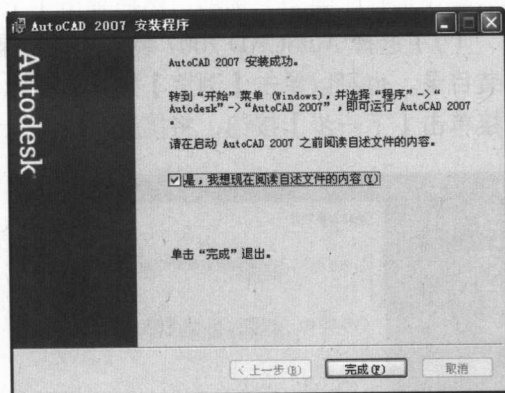

图 1-11 “AutoCAD2007 安装成功”对话框
(10) 安装结束后可以看到“安装成功”对话框,如图 1-11 所示,单击【完成】按钮即可完成 AutoCAD 2007 的安装。